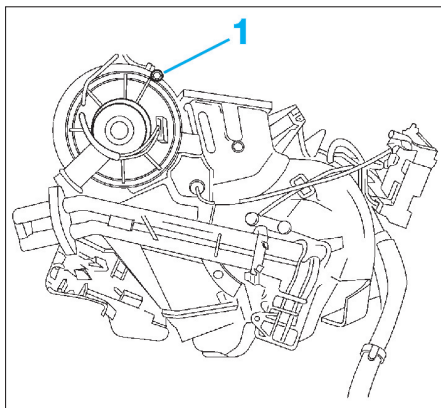

Fig. 26
Il est possible qu'une vis de fixation (1) soit présente. Dans ce cas, la déposer (Fig.26).